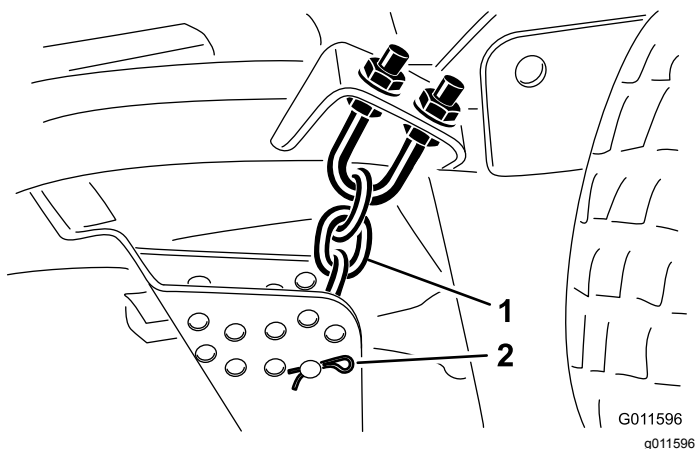

Рисунок 24
- Снимите шплинт и шплинтуемый штифт, которые крепят цепи регулировки высоты скашивания к задней части деки газонокосилки (Рисунок 24).